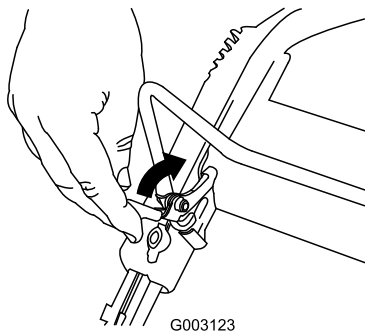

Figura 16
1. Tire hacia atrás del mecanismo de bloqueo de la barra de control (Figura 16).